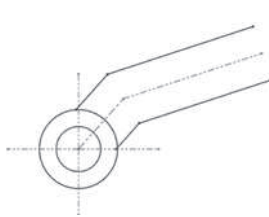

图3-60 修改派生的直线
⑦ 利用【快速延伸】按钮和【快速修剪】按钮，修改派生的直线，其结果如图 3-60 所示。